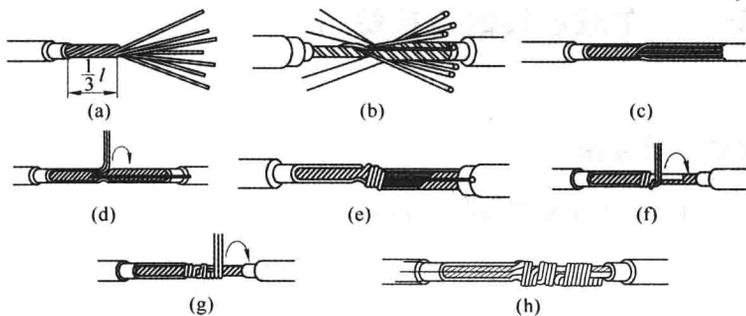

图 1-6 多股芯线的直接连接
多股芯线直接连接的方法步骤如图 1-6 所示。
(1) 先剥削导线绝缘层,散开线头并拉直,再将靠近绝缘层 $\frac{1}{3}$ 位置内的芯线绞紧,最后把余下的 $\frac{2}{3}$ 线头分散成伞状并拉直,如图 1-6(a)所示。
(2) 把两个伞状芯线一根隔一根的对叉,如图 1-6(b)所示。
(3) 先拉平两根芯线,然后把左边的 7 股芯线按 2 根、2 根、3 根分成三组,如图 1-6(c)所示。
(4) 再把其中一组两根线头扳到与芯线垂直的位置,以顺时针方向贴紧芯线向右缠绕 2 圈,如图 1-6(d)所示。
(5) 再把余下的线头向右扳平,如图 1-6(e)所示。
(6) 把另一组两根线头扳到与芯线垂直的位置,也按顺时针方向,压着包括刚刚扳平两根线头的芯线继续向右缠绕 2 圈,并把余下的线头再次向右扳平,如图 1-6(f)所示。
(7) 仿照图 1-6(f)把第三组的线头扳直,按顺时针方向,压着包括刚刚扳平四根线头的芯线继续向右缠绕 3 圈,用钢丝钳剪去每组多余的线头,并钳平线端,如图 1-6(g)所示。
(8) 用同样的方法,缠绕左侧芯线,如图 1-6(h)所示,完成 7 股铜芯导线的直接连接。